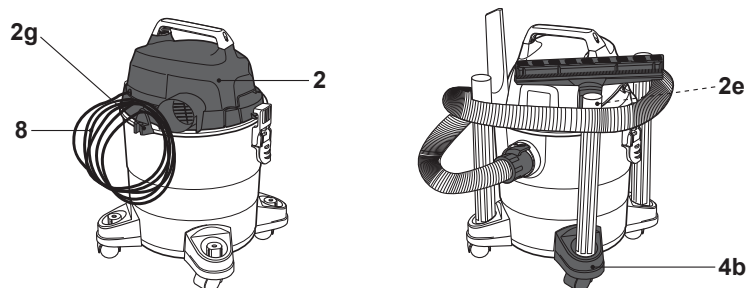

Fig. 25
- > Desconecte o respetivo acessório (11, 12), a mangueira (9) e o(s) tubo(s) de extensão (10), se necessário.
- > Para lavar o depósito, utilize água limpa ao invés de detergente. Não submerja o depósito (3) em água.
- > Assim que estiverem secos, recomendamos que coloque os acessórios no armazenamento de acessório (2e, 4b) e guarde o cabo elétrico (8) no gancho (2g) da unidade do motor (2) (Fig. 25).
- > Recomendamos que coloque os acessórios no armazenamento de acessório (2e, 4b) e guarde o cabo elétrico (8) no gancho (2g) da unidade do motor (2) (Fig. 25).